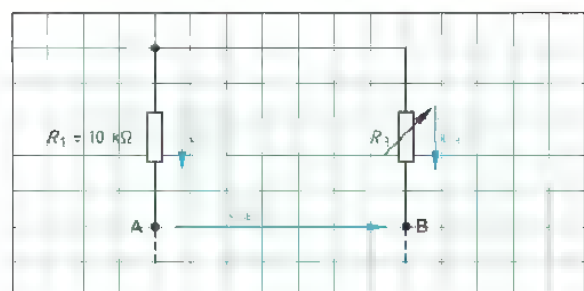

Bild 2: Spannungen bei $\vartheta = 20\text{ °C}$
4. Berechnen Sie für die Temperatur $\vartheta = 20\text{ °C}$ a) die Ströme I_1 und I_3 und b) die Spannungen U_1 und U_3 in der Brückenschaltung (Bild 2, Seite 48).
5. Tragen Sie die berechneten Spannungen U_1 und U_3 in den Auszug aus der Brückenschaltung ein (Bild 2). Berechnen Sie dann mithilfe der Maschenregel die Brückenspannung U_{AB2} und tragen Sie auch diesen Wert in Bild 2 ein.
7. Beschreiben Sie, wie sich ein Vertauschen der Widerstände R_3 und R_4 (Bild 2, Seite 48) auf die Brückenspannung U_{AB} bei a) $\vartheta = 0\text{ °C}$ und bei b) $\vartheta > 0\text{ °C}$ auswirken würde.